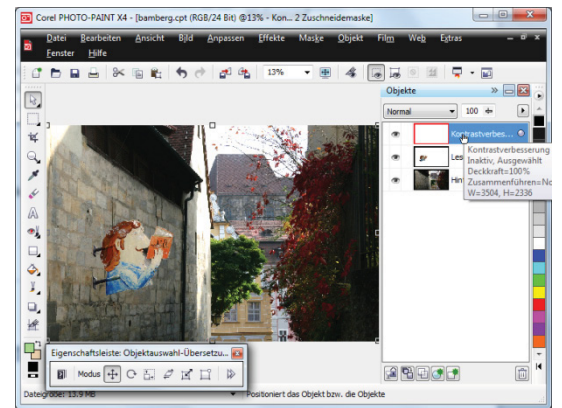

Abb. 10-78: Einstellungsebene
- Die freigestellte Figur soll verkleinert und gespiegelt vor die Hausfassade links gesetzt werden (Abb. 10-78).
- Das Bild auf der Ebene *Hintergrund* aufhellen: AF OBJEKTE | NEUE LINSE | KONTRASTVERBESSERUNG ► Es entsteht eine Einstellungsebene *Kontrastverbesserung* (Abb. 10-78) mit der gewählten Funktion, die als Filter auf alle darunter liegenden Ebenen wirkt. Der Vorteil gegenüber der direkten
- Die Einstellungsebene (Linse) wird ganz oben im AF OBJEKTE angeordnet. Alle Ebenen, auf die der Filter nicht wirken soll, müssen daher nach oben verschoben werden (Abb. 10-78).